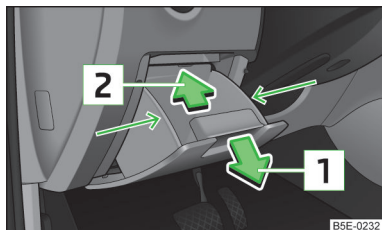

Fig. 207
- Attrapez le vide-poches sur le côté au niveau des flèches » fig. 207.
- Remplacez le fusible concerné » fig. 207 à la page 242.